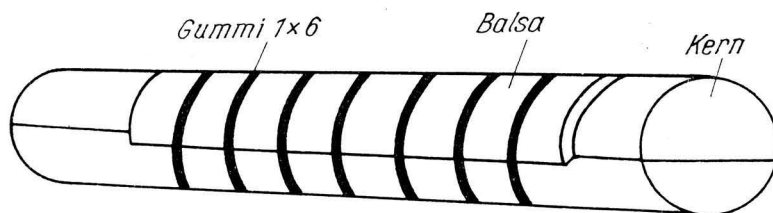

Bild 3
Bild 3 zeigt die HF-Vorstufe des Supers Rx - 129 St (1).
Die späteren Innenseiten der Balsabrettchen werden zweimal mit Spannlack lackiert und leicht geschliffen. Nach Einweichen in kochendem Wasser wird jedes Balsabrettchen um den Kern gebogen und mit Gummi (1×6 mm) umwickelt (Bild 3). Die Trockenzeit beträgt